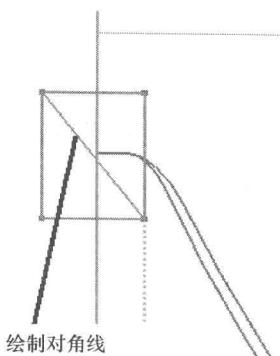

图 1-40
- (2) 绘制直线。在【草图曲线】工具栏中选择 (直线)图标，按照如图 1-40 所示绘制一条对角线。